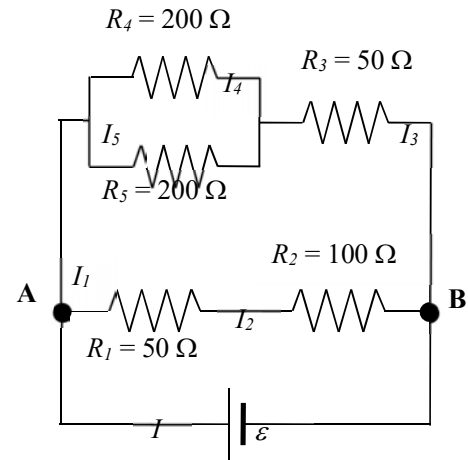

Figura 5
2. Munteu el circuit de la Figura 5 en el tauler de connexions (veure Apèndix A). Amb el polímetre, funcionant com a **ohmímetre** (veure Apèndix B), mesureu la resistència equivalent R_{ohm} entre els punts A i B. **Compareu** aquest resultat amb el predit teòricament R_{teo} al problema previ.